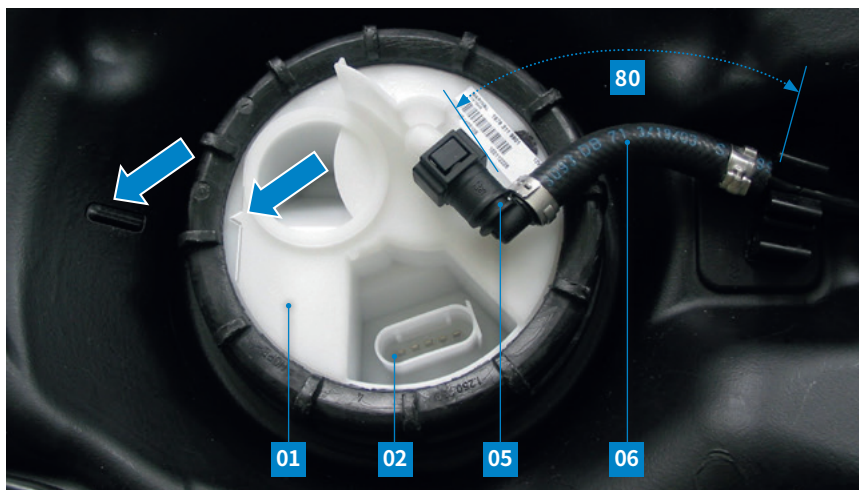

图 5: 油箱传感器装置法兰盖
将燃油供给模块与油箱传感器装置放入油箱时，使法兰盖上的箭头指向油箱上的标记 (图 5)。
更换油箱传感器装置 (01) 时，应将进流管路的软管接头 (06) 截短至约 80 mm 并安装附带的 90°快速连接器 (05) (图 5)。